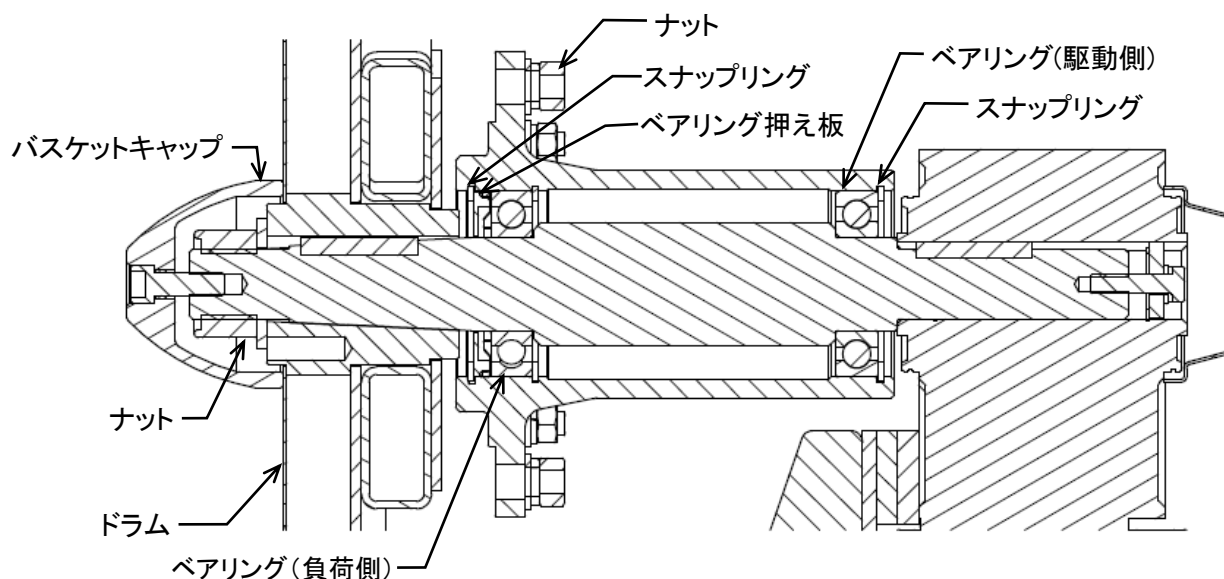

図 9-6
- ・ ベ어링ケースを固定しているナットを取り外し、後方へ抜いてください。(図 9-6)